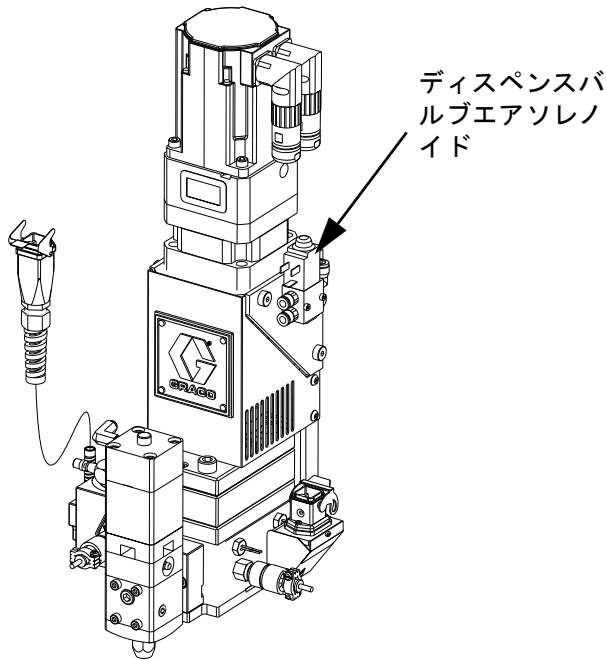

図 22: ディスペンスバルブエアソレノイド
1. 直接取り付けのディスペンスバルブについては、必要に応じて O リング (409) を取り外します。
3. 4つの取り付けボルト (408) を取り付け、50-60in-lb (5.6-6.7 N•m) のトルクで締めます。
6. 手でソレノイドを往復運転します。図 22 を参照してください。ソレノイドを低下時にディスペンスバルブが開いていることを確認します。